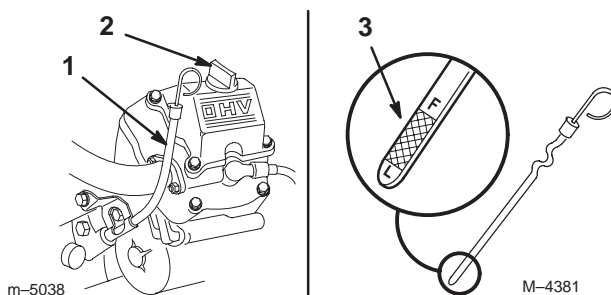

Figure 41
3. Nettoyez la surface autour de la jauge d'huile pour éviter que des impuretés ne s'introduisent dans le goulot de remplissage, ce qui risquerait d'endommager le moteur (Fig. 41).
4. Sortez la jauge d'huile et essuyez soigneusement l'extrémité métallique (Fig. 41).
5. Enfoncez la jauge complètement dans le goulot de remplissage. Sortez de nouveau la jauge et examinez l'extrémité métallique (Fig. 41). Si le niveau est bas, versez lentement une quantité d'huile suffisante dans le goulot de remplissage pour amener le niveau au repère du plein (F).
**Important** Ne remplissez pas excessivement le carter d'huile sous peine d'endommager le moteur. Ne faites pas tourner le moteur si le niveau d'huile est en dessous du repère minimum (L), au risque d'endommager le moteur.
5. Versez lentement environ 80% de la quantité d'huile spécifiée dans le goulot de remplissage (Fig. 41). Voir Vidange de l'huile moteur et remplacement du filtre, page 36.
7. Faites l'appoint avec précaution pour amener le niveau au repère du plein (F).